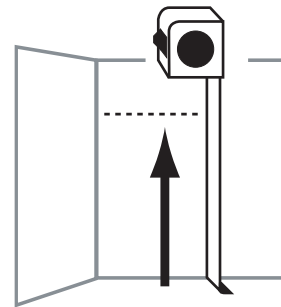

FIG. 1.0
Es posible que las longitudes del estante y las barras del armario se deban acortar dependiendo de la configuración deseada. Consulte la Fig. 1.0 para obtener el lugar de corte recomendado.
1. Use las medidas de ubicación de altura del estante **SUPERIOR (A)**, mida desde el piso hacia arriba y marque la ubicación del estante superior en la pared trasera del armario (Fig. 1.0)